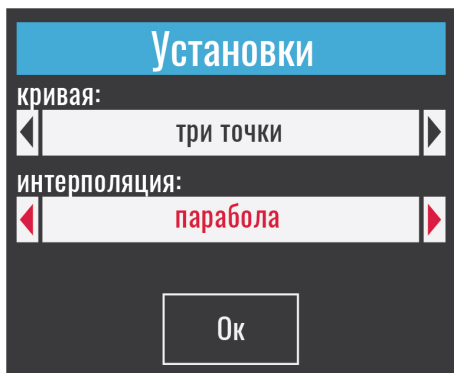

Рисунок 13
2.4.13 Далее выбираем пункт «Настройки» производится выбор числа точек (имеющихся контрольных образцов) и метода интерполяции при вычислении контролируемого параметра (рисунок 13).